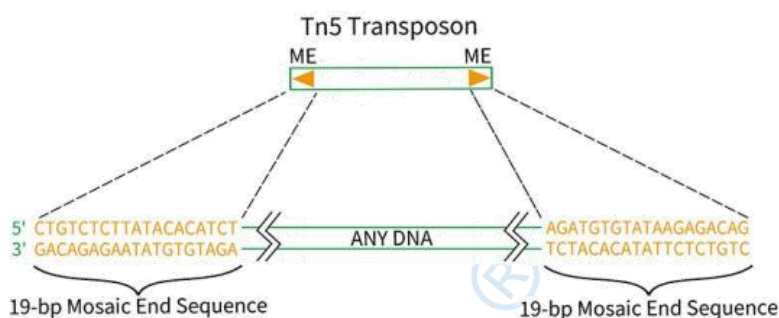

图 2. Tn5 转座子示意图。Tn5 转座子其两端为 19bp ME 序列，ME 序列可被 Tn5 转座酶特异性识别。
a.Tn5 转座子的设计。Tn5 转座子是两侧带有 19bp ME 序列的 DNA 片段，可以使用含有 ME 序列的上下游引物进行 PCR 合成。为了获得最佳的转座效率，在两端的 PCR 引物中需要添加一个 5'磷酸基团。典型的 Tn5 转座子参考图 2。